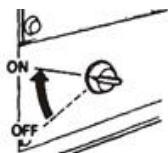

Рис. 53
10.1.1 Перевірте, чи стоїть пусковий перемикач у позиції "ON" (Рис. 53).